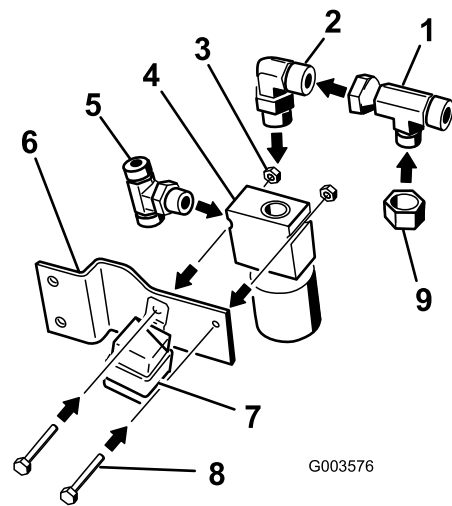

図 12
1. 各フィッティングを図に示されているように取り付ける。バルブの側部に 字フィッティングを取り付ける。字フィッティングの正しい位置については 図 12 を参照のこと。
2. バルブの上部 に小さい 90度エルボを取り付ける 図 12。
3. 90度エルボに T 字アダプタを取り付ける。字フィッティングの正しい位置については 図 12 を参照のこと。
4. T 字アダプタにキャップを取り付ける 図 12。
6. バルブブラケットにバルブを取り付けるボルト  $\frac{1}{4} \times 1\frac{3}{4}$  インチ 2本とナット  $\frac{1}{4}$  インチ 2個を使用する 図 12。